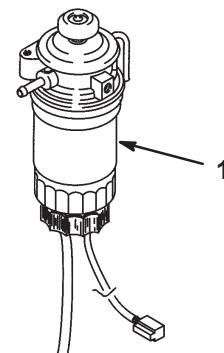

Figure 37
1. Nettoyez la surface autour des supports de la cartouche du filtre (Fig. 37).